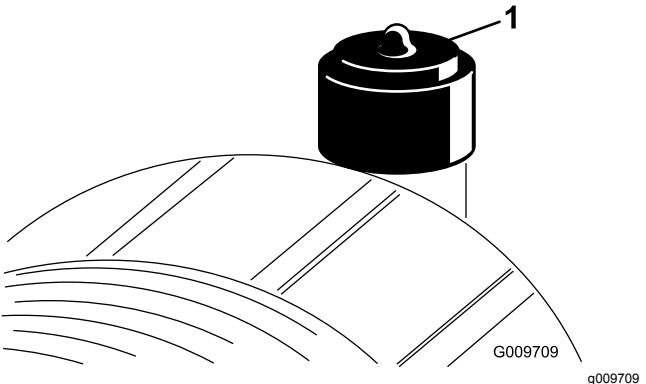

図 72
エアクリーナのフィルタの整備は、インジケータ図 72 が赤色になってから行ってください。早めに整備を行っても意味がありません。むしろフィルタを外したときにエンジン内部に異物を入れてしまう危険が大きくなります。
9. インジケータ 図 72 が赤になっている場合はリセットする。